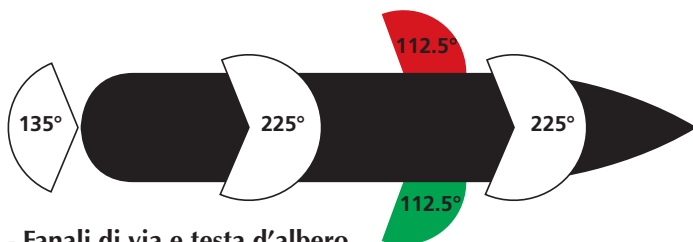

Figura 3.3 - Fanali di via e testa d'albero
- **Fanale di poppa** (o coronamento) È un fanale bianco situato a poppa con un settore di visibilità di 135° verso poppa ($67^\circ,5$ per lato). L'insieme dei fanali laterali e del fanale di poppa si chiama anche **fanali di via** perché usati quando la nave ha abbrivio (Figura 3.3).